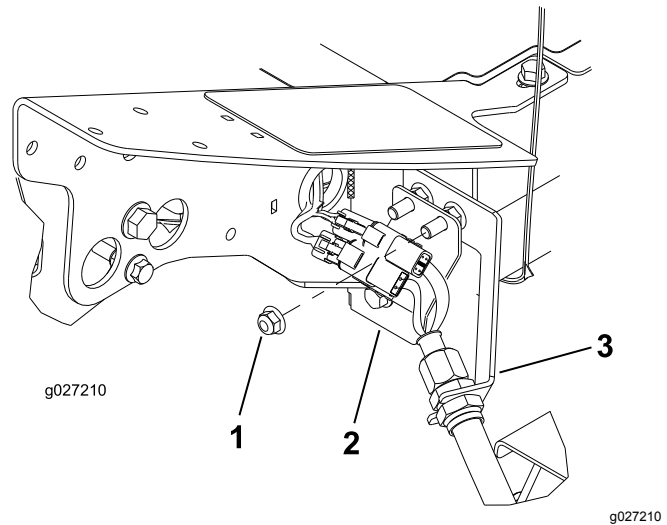

图12
1. 在机架的左前角处4号滚刀组位置拆下将隔板支架固定到机器的额外凸缘螺母图12。
3. 将接头板插到隔板安装螺栓上接头位置如图12所示。